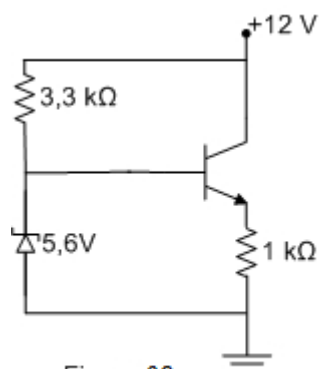

Figura 06
07. Se a tensão base-emissor do transistor vale  $0,6 \text{ V}$ , o valor mais próximo para a corrente do emissor no circuito da figura 06 é de